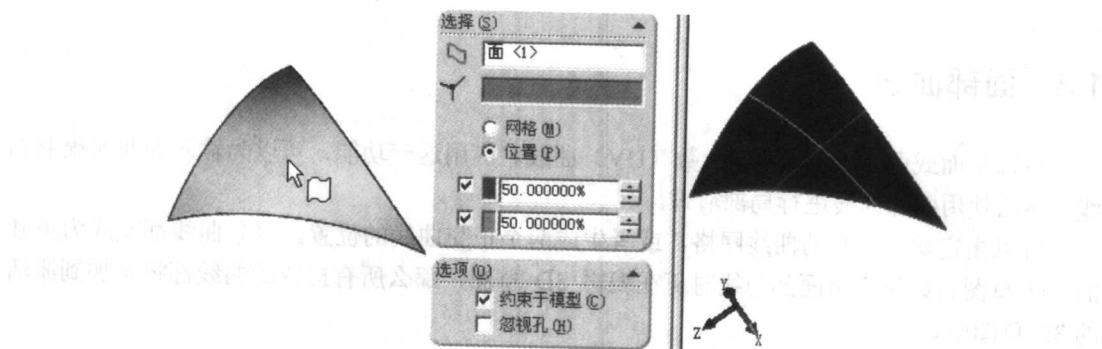

图 1-8 使用【位置】选项的面部曲线
(1) 打开光盘上的“【例 1-3】面部曲线.sldprt”零件文件。
(2) 单击草图绘制工具工具栏上的【面部曲线】图标按钮, 在图形区域中选择一个曲面, 如图 1-8 所示。
(3) 在【面部曲线】属性管理器和绘图区域中进行设置和选择, 单击【确定】图标按钮。
(4) 单击【撤消】图标按钮或单击菜单【编辑】→【撤消】或按<Ctrl+Z>键。